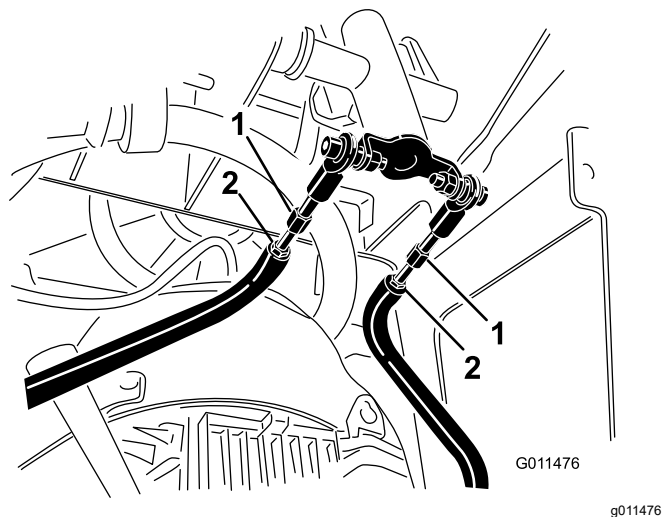

Рисунок 54
- Д. Ослабьте контргайки на тяговых штангах под панелью управления (Рисунок 54).